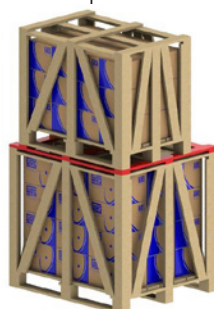

Figura 29 - Utilización de varas adicionales para apilamiento.
4) Para el apilamiento de un volumen menor sobre un volumen mayor, agregue varas transversales entre los mismos cuando el mayor no ofrezca resistencia al peso del menor (ver Figura 29). Esta situación normalmente ocurre con los volúmenes de los motores de carcasa por encima de la IEC 225S/M (NEMA 364/5T).